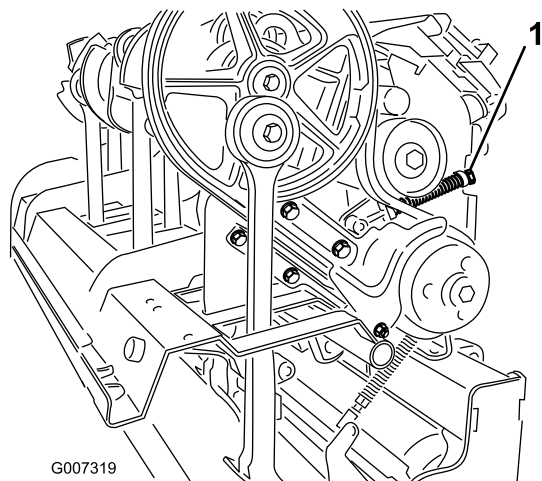

図 33
4. アイドラ・スプリングの張りをなくすために、スプリング・リテーナを固定しているロックナットをゆるめ（図 33）、スプリング・リテーナを回す。